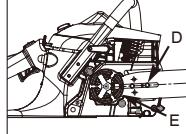

Fig. 3C
6. Placer sågsvärdets ände med spåret över svärdsbultarna (D). Skjut svärdet bakom kopplingstrumman (E) tills svärdet stoppar. (Fig. 3C)